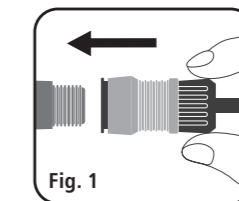
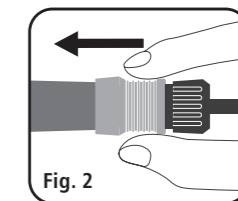

Fig. 1
Fig. 2
Gonflage : le raccord rapide (8) peut être connecté directement à la valve Schrader. Pour ce faire, saisissez le raccord rapide à sa base (fig. 1) et enfoncez-le fermement sur la valve. Tout en maintenant le raccord enfoncé vers l'avant, saisissez le manchon gris à l'aide du pouce et de l'index et poussez-le vers l'avant jusqu'à la butée (fig. 2). Le raccordement est réussi s'il n'y a pas d'air qui s'échappe de la valve (c'est-à-dire si aucun sifflement n'est audible). Si vous entendez un sifflement, serrez le raccord au niveau du manchon gris et réessayez.
Gonflage : vissez l'adaptateur pour valve Presta sur la tige de la valve du pneu de vélo. Saisissez ensuite le raccord rapide à sa base (fig. 1) et enfoncez-le fermement sur l'adaptateur. Tout en maintenant le raccord enfoncé vers l'avant, saisissez le manchon gris avec le pouce et l'index et poussez-le vers l'avant jusqu'à la butée (fig. 2). Le raccordement est réussi s'il n'y a pas d'air qui s'échappe de l'adaptateur (c'est-à-dire si aucun sifflement n'est audible). Si vous entendez un sifflement, serrez le raccord au niveau du manchon gris et réessayez.
Utilisez l'adaptateur à aiguille pour gonfler les ballons de football et autres ballons. Pour connecter l'adaptateur à aiguille au raccord rapide de la valve, enfoncez-le d'une main dans l'ouverture du raccord et maintenez-le en place tout en saisissant le raccord rapide à sa base (fig. 1) et en poussant le raccord vers l'avant. Tout en maintenant le raccord enfoncé vers l'avant, saisissez le manchon gris à l'aide du pouce et de l'index et poussez-le vers l'avant jusqu'à la butée (fig. 2). La valve à aiguille est désormais bloquée dans le raccord. Pour retirer la valve à aiguille, maintenez-la d'une main et tirez l'embout gris vers l'arrière de l'autre main.
Pour gonfler les petits jouets, utilisez l'adaptateur pour jouets. Pour connecter l'adaptateur au raccord rapide de la valve, enfoncez-le d'une main dans l'ouverture du raccord et maintenez-le en place tout en saisissant le raccord rapide à sa base (fig. 1) et en poussant le raccord vers l'avant. Tout en maintenant le raccord enfoncé vers l'avant, saisissez le manchon gris à l'aide du pouce et de l'index et poussez-le vers l'avant jusqu'à la butée (fig. 2). L'adaptateur est désormais bloqué dans le raccord. Pour le retirer, maintenez-le d'une main et tirez l'embout gris vers l'arrière de l'autre main.
3. Pour sélectionner l'unité de mesure souhaitée pour la pression de l'air (psi, bar ou kPa), appuyez sur la touche de sélection du mode de fonctionnement (5) pendant 2 à 3 secondes. Chaque pression sur la touche permet de régler une nouvelle unité de mesure. Dès que l'unité de mesure ne clignote plus, la nouvelle sélection est enregistrée.
4. Déroulez le tuyau haute pression (8) et raccordez le raccord rapide à la valve du pneu. Pour ce faire, saisissez le raccord rapide à sa base (fig. 1) et enfoncez-le fermement sur la valve. Tout en maintenant le raccord enfoncé vers l'avant, saisissez le manchon gris à l'aide du pouce et de l'index et poussez-le vers l'avant jusqu'à la butée (fig. 2). Le raccordement est réussi s'il n'y a pas d'air qui s'échappe de la valve (c'est-à-dire si aucun sifflement n'est audible). Si vous entendez un sifflement, serrez le raccord au niveau du manchon gris et réessayez.